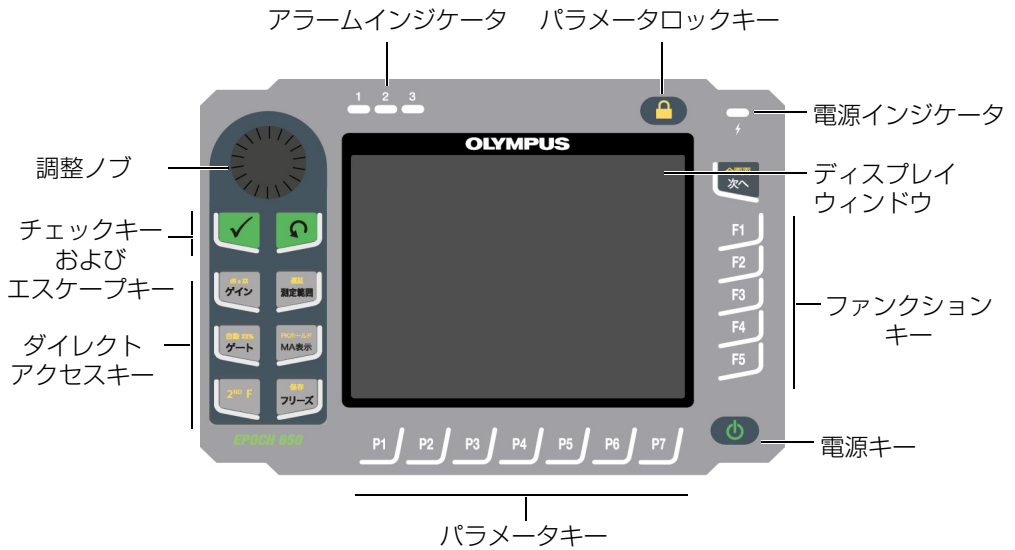
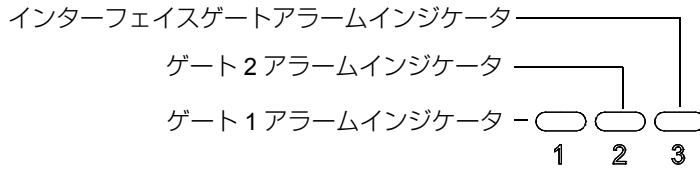

図 1-3 EPOCH 650 — 調整ノブの構成
図 1-15 アラームインジケータ
- 調整ノブ (21 ページの図 1-3 「EPOCH 650 — 調整ノブの構成」参照)
EPOCH 650 探傷器には、3 種類のアラームインジケータランプがあります (33 ページの図 1-15 「アラームインジケータ」参照)。インジケータは、前面パネルの表示画面ウィンドウの上にあります (21 ページの図 1-3 「EPOCH 650 — 調整ノブの構成」参照)。